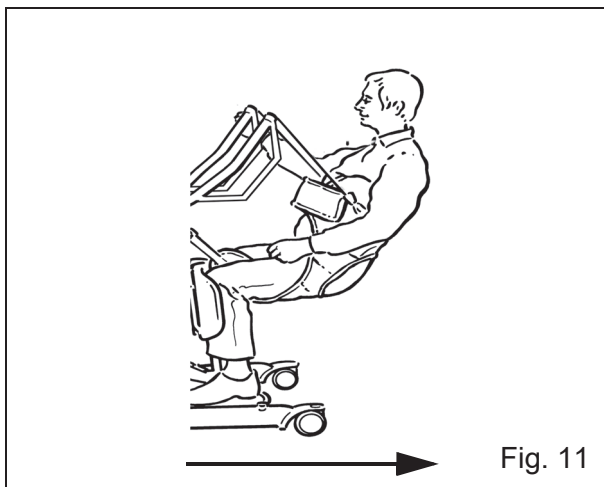

Fig. 11
Actionner le bouton de levage de la télécommande afin de lever le résident jusqu'à une hauteur appropriée et confortable pour la fonction envisagée (voir la fig. 11).
**Avertissement :** Toujours déplacer le *Sara 3000* dans le sens indiqué sur la fig. 11.